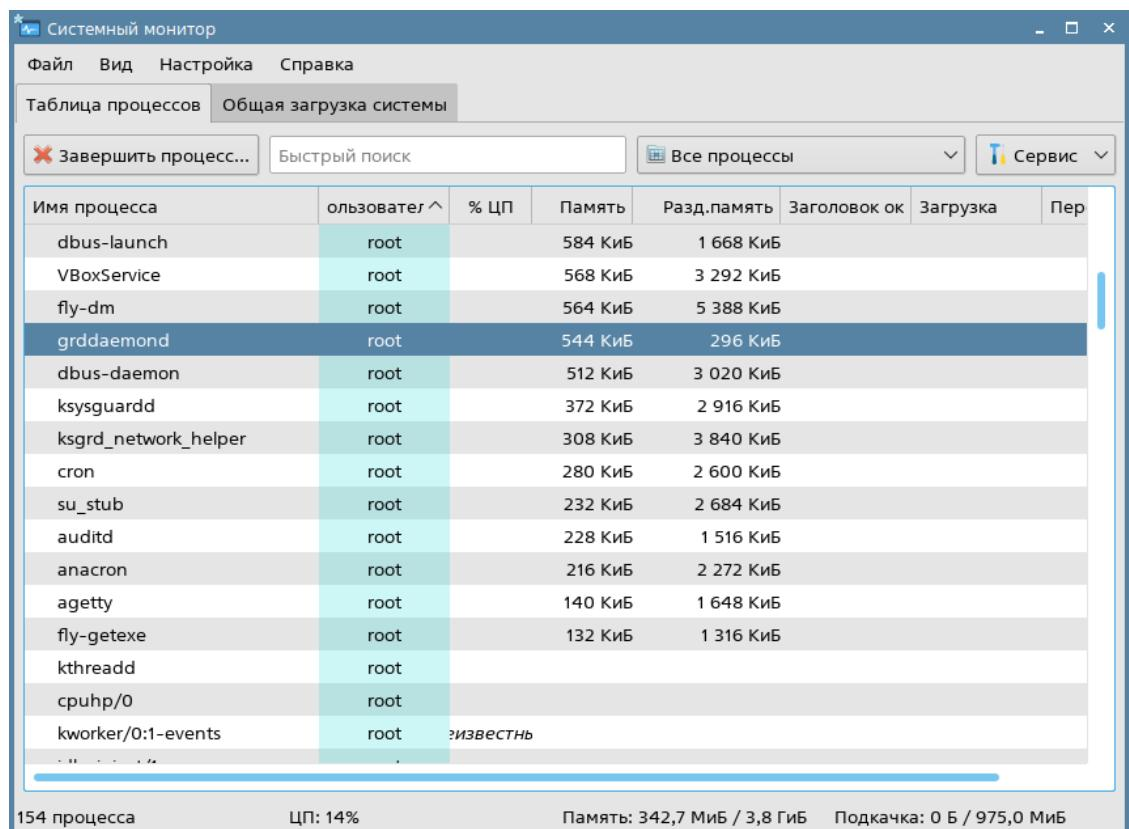

Рисунок 2 - Системный монитор
- В системном мониторе проверьте, что присутствует процесс **grdddaemon** (Рисунок 2).